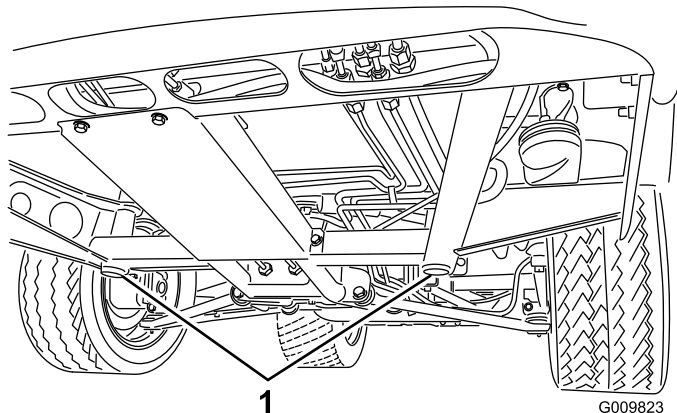
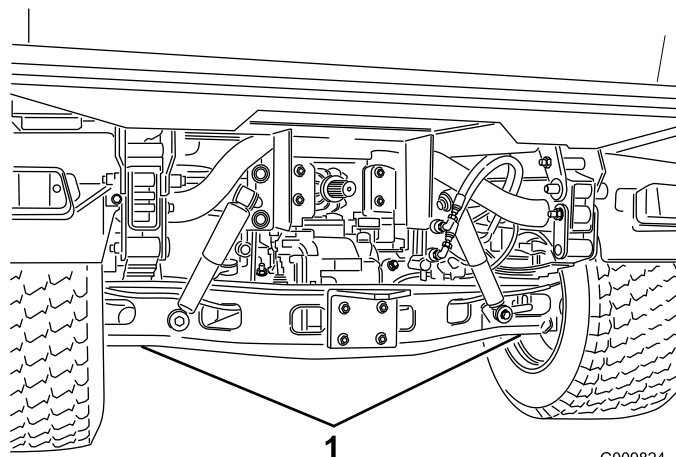

Figura 45
Figura 46
- O ponto de suspensão na zona dianteira da máquina fica debaixo do suporte do chassis central dianteiro (Figura 45). Na traseira da máquina, o ponto de suspensão encontra-se por baixo do eixo (Figura 46).